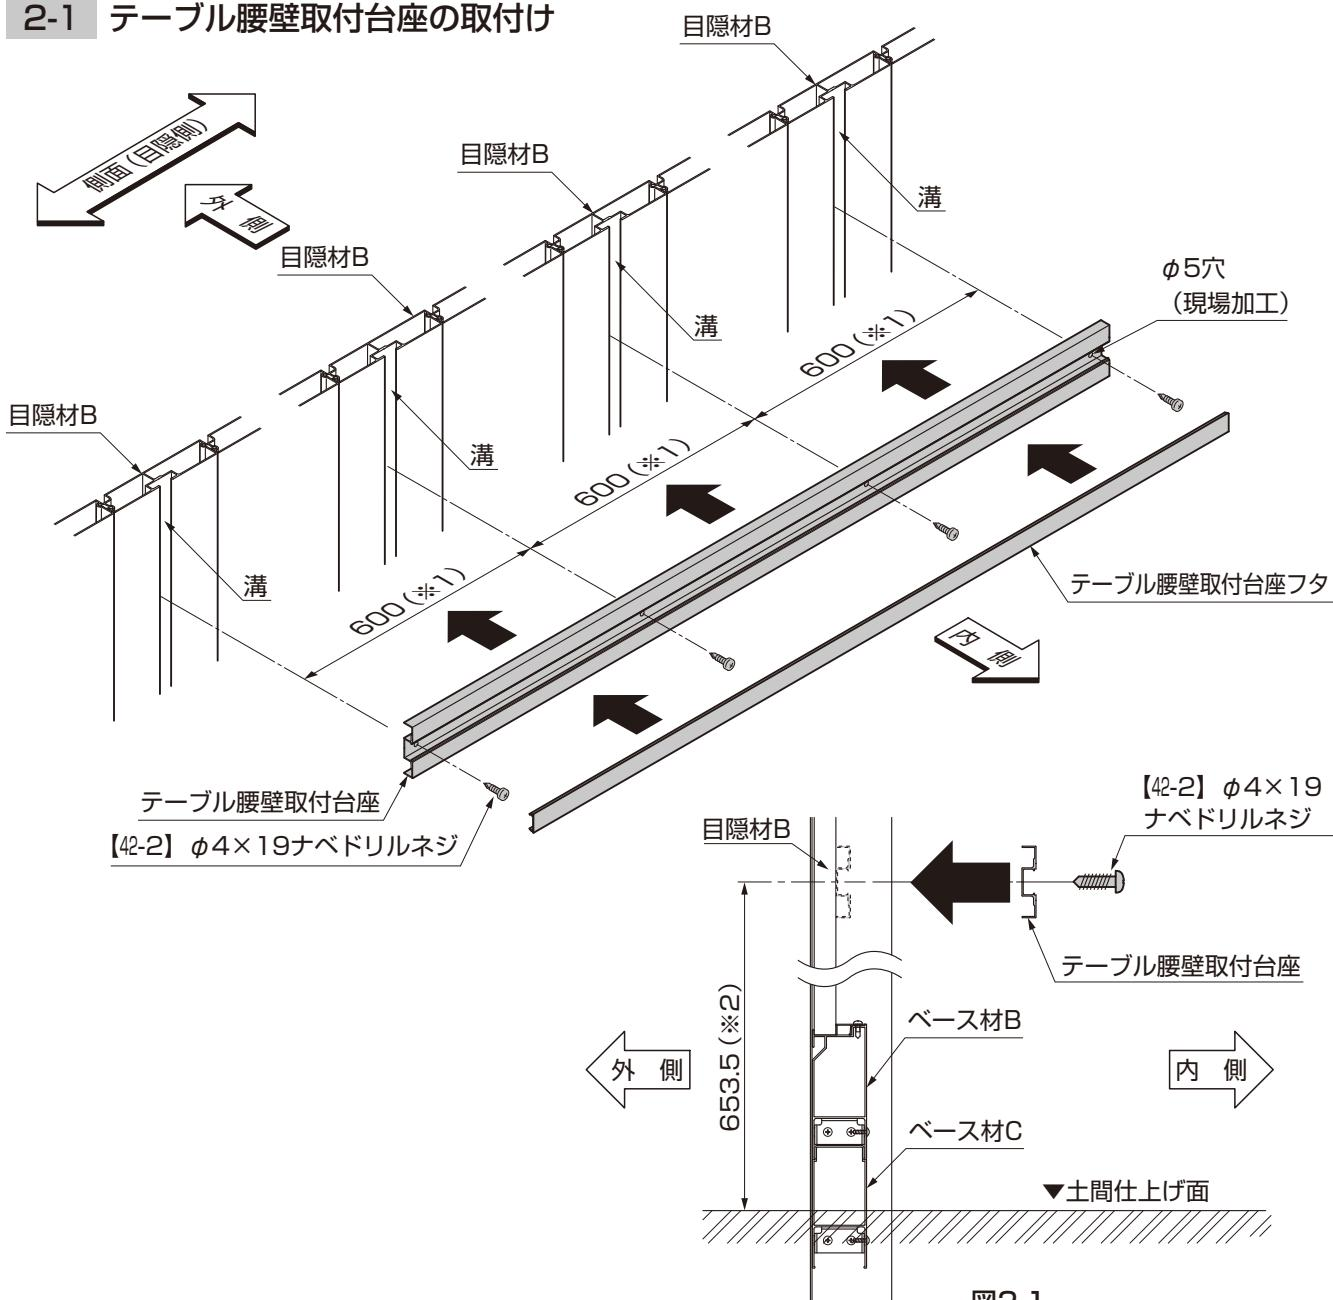

図2-1
- テーブル腰壁取付台座の高さは、土間仕上げ面より653.5mm（※2）に取付けてください。（図2-1参照）
②テーブル腰壁取付台座フタを、テーブル腰壁取付台座にはめてください。